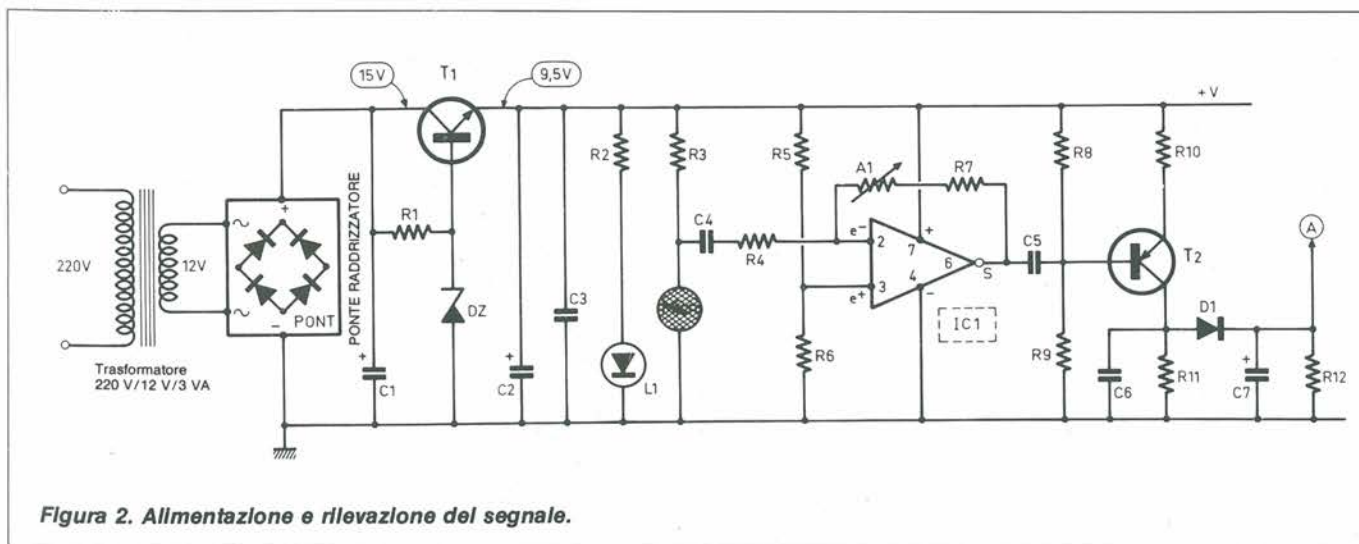

Figura 2. Alimentazione e rilevazione del segnale.
a) Alimentazione (Figura 2). La corrente viene prelevata dalla rete a 220 V e un trasformatore provvede ad abbassare a 12 V la tensione primaria.
b) Rilevazione dell'allarme (Figura 2). Un microfono a condensatore di elettret, montato in serie al resistore R3, fornisce al suo terminale positivo i segnali corrispondenti alle onde sonore generate dalla sveglia dell'orologio da polso. L'amplificazione è garantita da un classico 741. Ricordiamo che il guadagno di uno stadio di questo genere si ricava dalla relazione:
c) Elaborazione del segnale (Figura 2 e 3). Il condensatore C6 garantisce una prima integrazione della frequenza, relativamente alta, del segnale musicale. Un secondo sistema integratore è formato dal condensatore di maggior valore C7, da R12 e dal diodo anti-inversione D1: ha lo scopo di sopprimere le piccole interruzioni che avvengono quando viene emesso l'allarme. In realtà, il segnale può essere formato da una serie di bip oppure, in modo più piacevole e originale, da un motivetto conosciuto. È così presente, nel punto A del circuit-